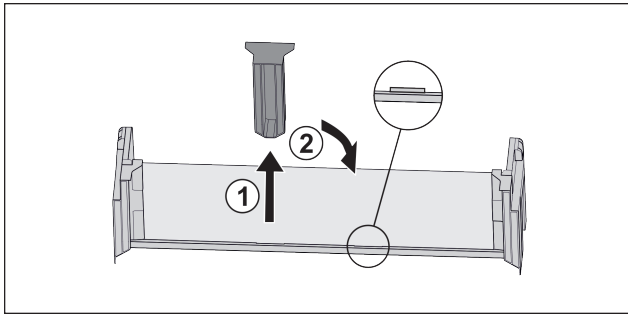

Fig. 18
- ▶ Mittleres Halteteil abziehen Fig. 18 (1).
- ▶ Mittleres Halteteil auf zweiter Position einsetzen Fig. 18 (2).